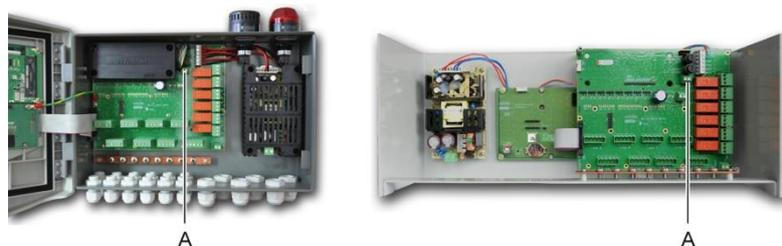

Abbildung 29: Anschluss der externen 24 V DC-Versorgung
Schließen Sie die 24 V-Versorgung an die Anschlussklemmen entsprechend Abbildung 29 (A) an. Achten Sie hierbei auf die korrekte Polarität der Versorgung. Der Eingang der Gleichstrom-Versorgung ist über die Sicherung F1 geschützt.